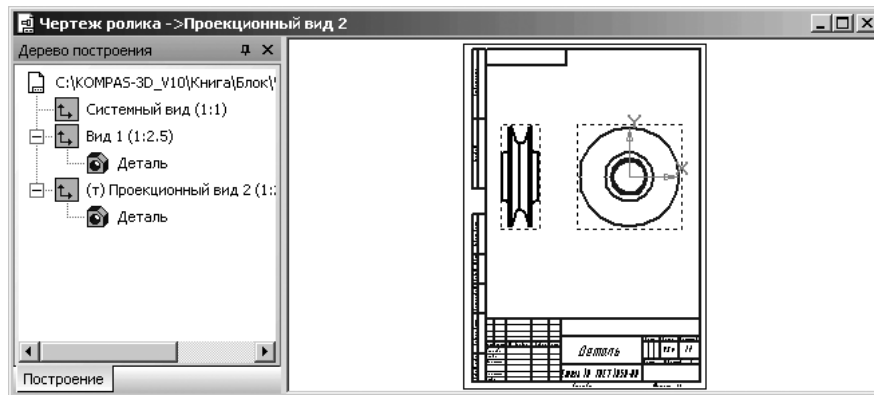

Рис. 3.127. Возможное положение проекционного вида – вида слева
- щелкните мышью. Появится искомый проекционный вид в окне чертежа и соответствующий пункт в окне **Дерево построения** (рис. 3.127.)